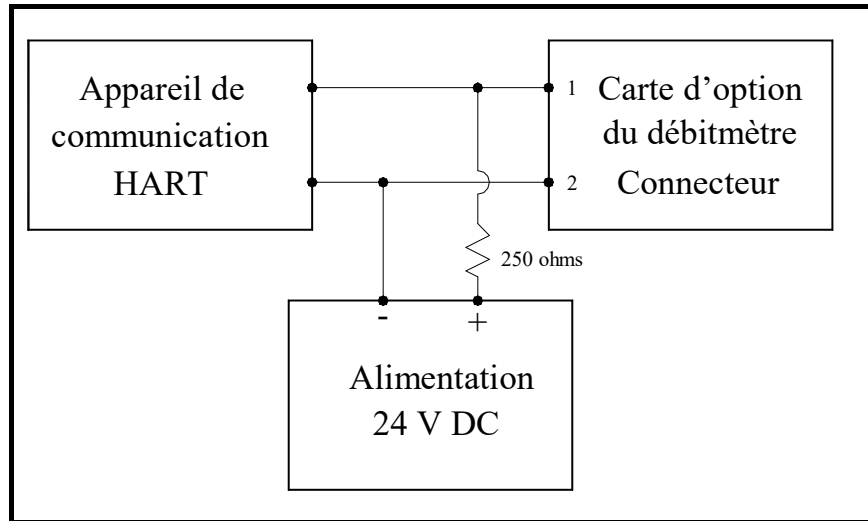

Figure 1 : Câblage de la carte d'option
3. Branchez la carte d'option HART et l'appareil HART comme illustré sur la Figure 1 à la page suivante.